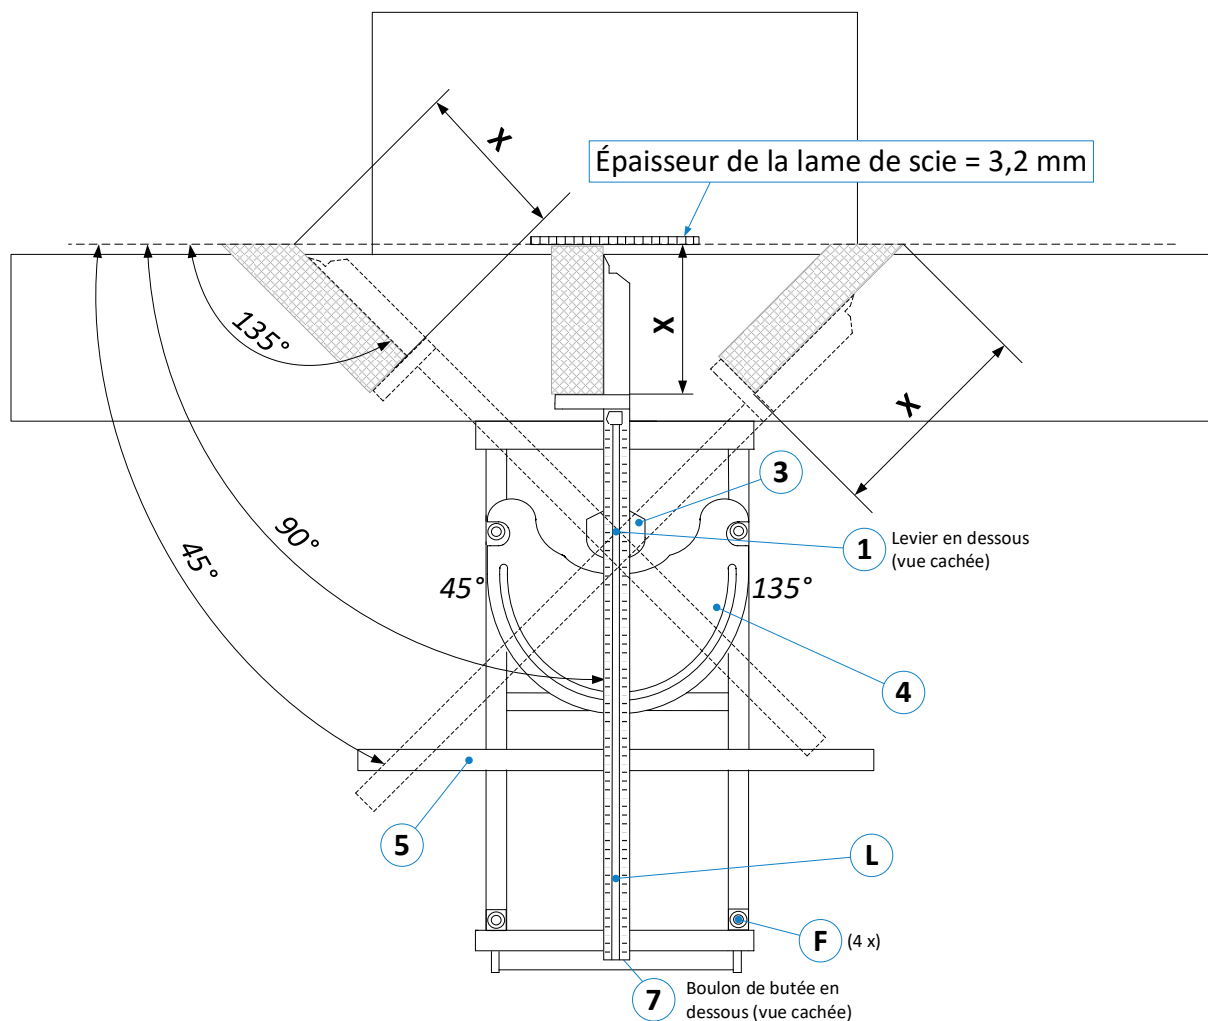

Figure 1 : aperçu et éléments de commande
Pour le calibrage, le Super-Gehrfix II doit d'abord être positionné à 90°, ce qui se fait à l'aide du boulon de butée (7), voir ⇒ Figure 1. Appuyer ensuite sur le bouton  de l'affichage numérique pour terminer la procédure de calibrage.